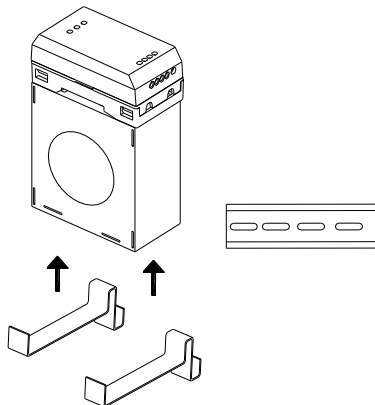

图 4 传感器导轨安装方式
- 2、探测器采用导轨式安装方式，采用标准 35mm 导轨安装。如图 4 所示。采用螺钉安装如图 5 所示。